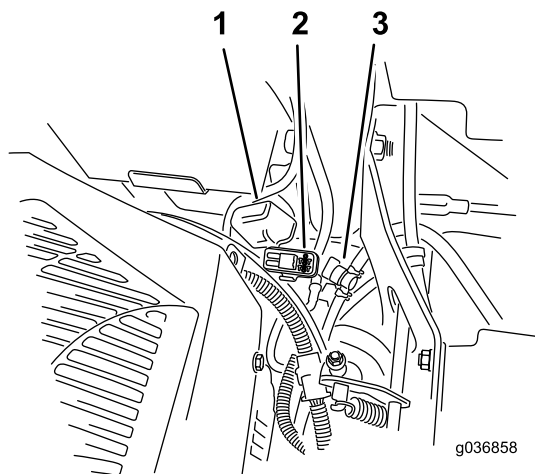

Рисунок 53
**Примечание:** На машинах с системой подвески MyRide проверьте, чтобы кабель заземления не мог тереться о продольный рычаг подвески или нижнее крепление амортизатора (Рисунок 53).
Предохранители расположены на правой консоли рядом с сиденьем (Рисунок 53).
2. Установите новый предохранитель (Рисунок 53).